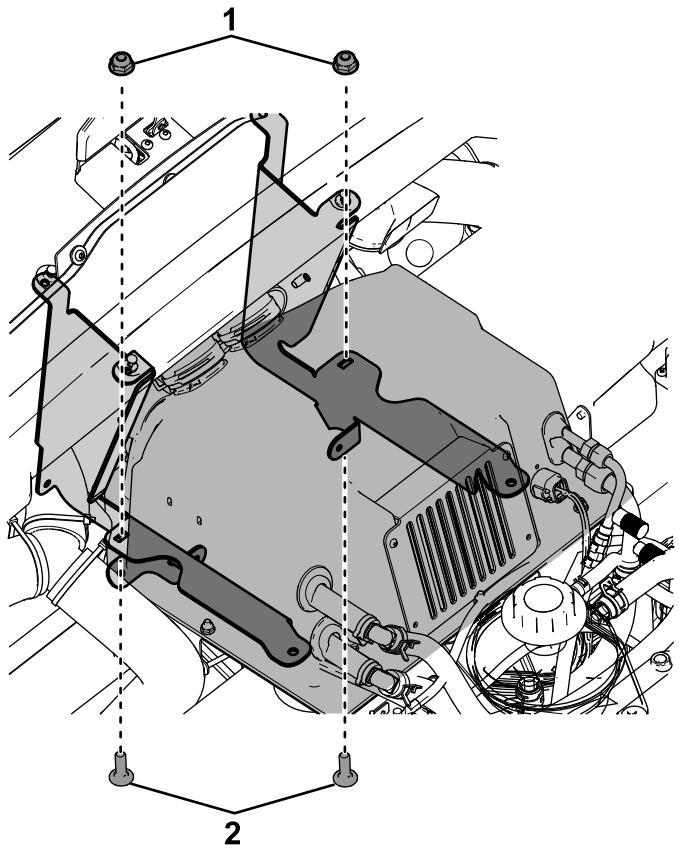

Bild 27
3. Befestigen Sie die Rückseite des HLK-Schaltkastens mit zwei Schlossschrauben (1/4" x 3/4") und zwei Sicherungsmuttern (1/4") an den Armaturenbrethaltern der Maschine, siehe Bild 27.